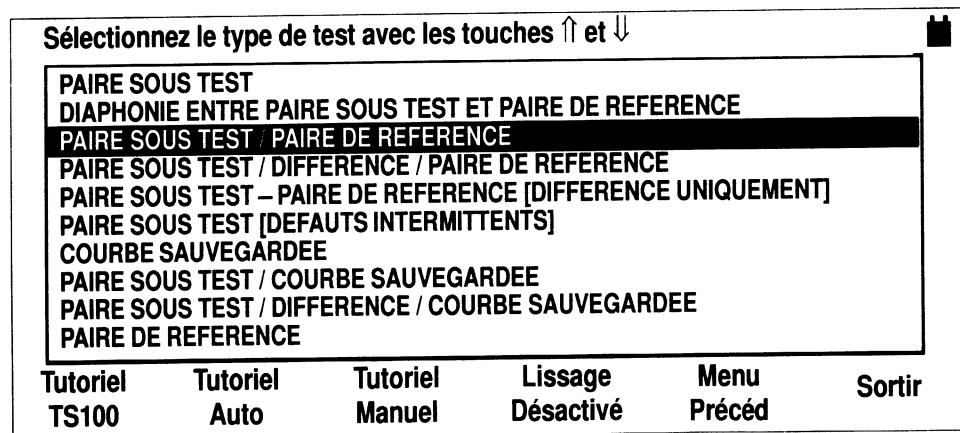

Figure 1–23 : Menu type de test
4. Au menu Type de Test, utilisez les flèches verticales pour placer la surbrillance sur PAIRE SOUS TEST/PAIRE DE REFERENCE (voir la figure 1–23).
5. Appuyez sur la touche Sortir. L'écran de la figure 1–24 s'affiche.